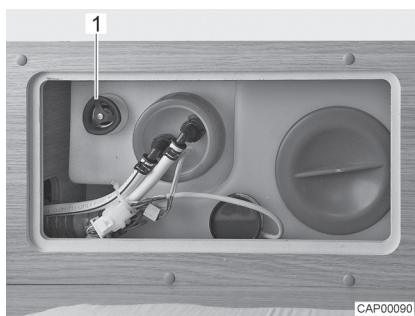

Fig. 73 Depósito de agua con tirador giratorio
- Girar el tirador giratorio (Fig. 73,1) sobre el depósito de agua en sentido de las agujas del reloj, hasta el tope.
- Girar el tirador giratorio (Fig. 73,1) sobre el depósito de agua en sentido contrario a las agujas del reloj, hasta sentir resistencia. El agua se saldrá hasta aprox. 20 litros.